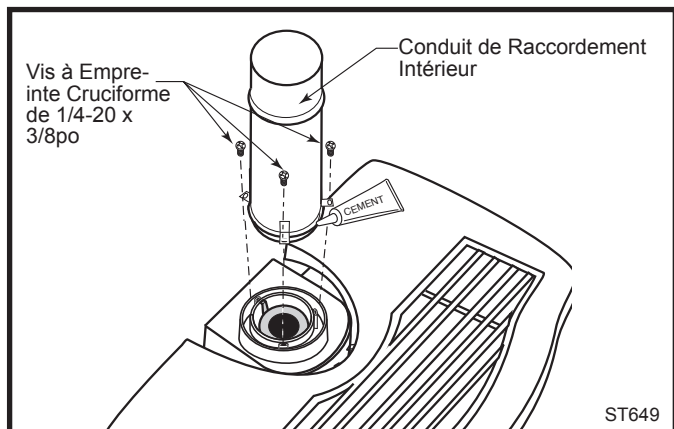

Fig. 22 Installation du conduit de raccordement intérieur DuraVent.
- Appliquez un cordon de mastic autour de l'extrémité inférieure de l'amorce de conduit et fixez l'ensemble au poêle au moyen des trois vis à empreinte cruciforme de 1/4-20 x 3/8 po contenues dans le sac de pièces. (Fig. 22)